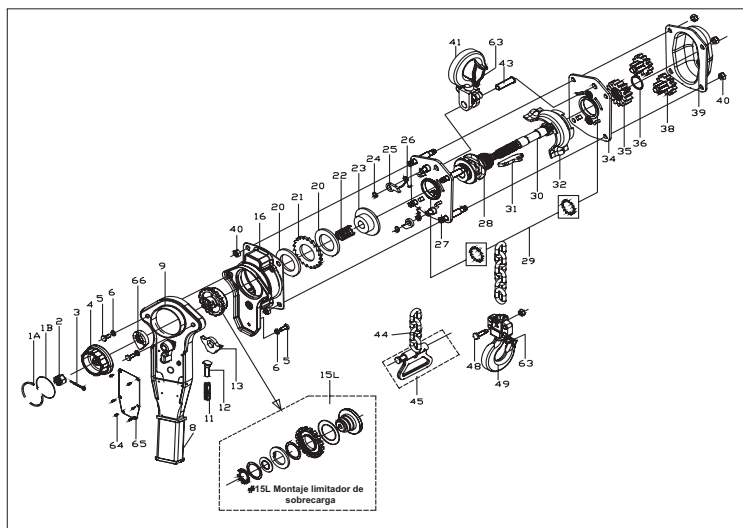

fig.8A
11. Consulte la fig. 8A y 8B, vista detallada del producto para los detalles de las piezas.
4. Durante el montaje del lado del freno, respete el orden de las piezas del freno como se muestra en la vista en despiece (Ver fig.8A y 8B).